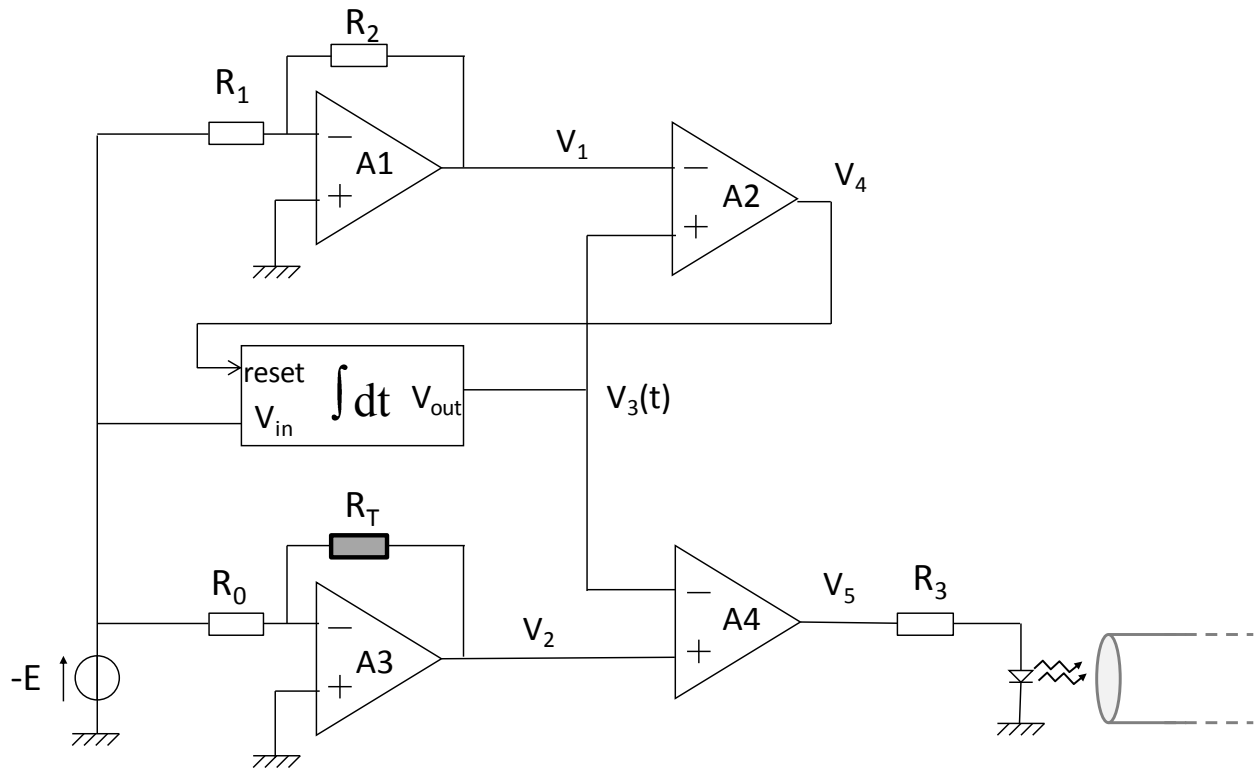

Figure 1 : circuit de mesure et d'émission
Le schéma du circuit d'émission est donné figure 1 (en annexe). Ce circuit comporte notamment 4 amplificateurs opérationnels et un intégrateur.
- 1- D'après le montage figure 1, quels sont les amplificateurs opérationnels qui fonctionnent en régime linéaire.